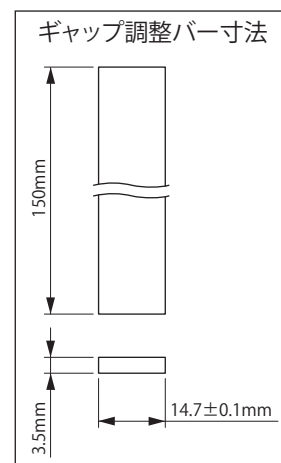

図 8-35
- (3) アウターディスク⑭とセンターリング①の間から、ギャップ調整バー (お客様で角板をご準備ください。図 8-35 参照) をギャップ調整ネジ②の溝に差し込んでください。